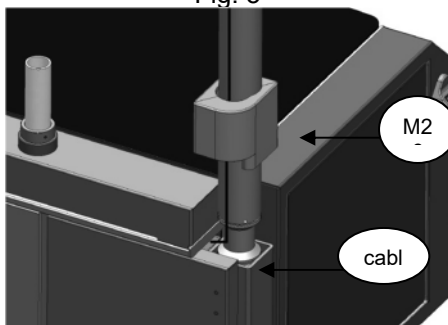

Fig. 7
10. Introducir el "Nuevo" embellecedor **M26M** o el **M26AM** que se suministran con el soporte para microscopio, por los extremos del cable y bajarlos por el tubo columna **S2**. (Fig. 7)